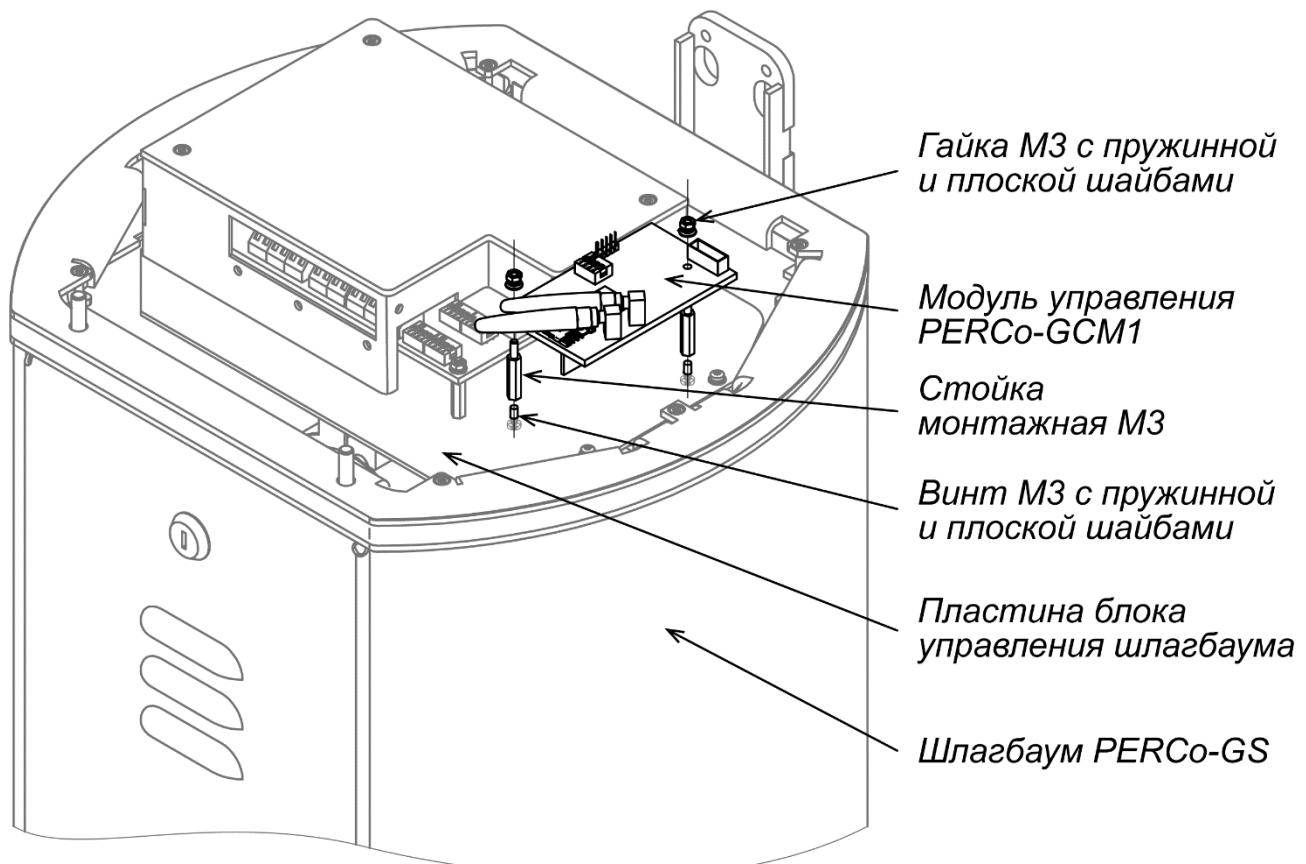

Рисунок 2. Схема установки модуля управления на стойку шлагбаума
3. Установите две стойки M3 в отверстия на пластине блока управления при помощи винтов M3×8 и шайб из комплекта поставки (см. рис. 2).
4. На стойки M3 поместите плату модуля управления и зафиксируйте ее гайками M3 с шайбами (см. рис. 2).